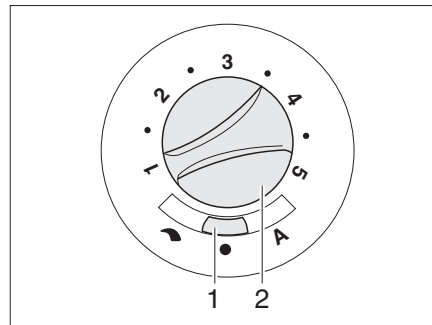

Bild 106 Bedienschalter für Umluftgebläse (12 V)
- Den Schiebeschalter (Bild 106,1) auf "↷" (Handregelung) oder "A" (Automatikbetrieb) stellen.
- Wenn am Schiebeschalter (Bild 106,1) "↷" (Handregelung) eingestellt ist: Mit dem Drehknopf (Bild 106,2) die gewünschte Leistung des Umluftgebläses einstellen.
- Den Schiebeschalter (Bild 106,1) auf "●" (Aus) stellen. Bei Heizbetrieb ist diese Schalterstellung außer Funktion.